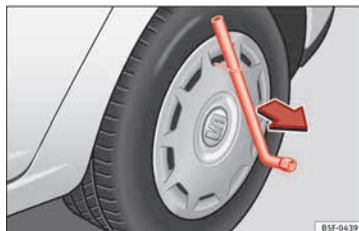

Fig. 70 Retirar el embellecedor integral.
- Retire el embellecedor integral de la rueda con el gancho de alambre » fig. 70.